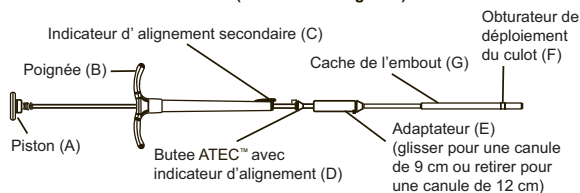

Figure 1
- Maintenir un alignement correct des indicateurs (C et D sur la figure 1) avec l'incise de l'échantillon lors de la distribution des tampons.
INSTRUCTIONS D'UTILISATION (se référer à la figure 1)